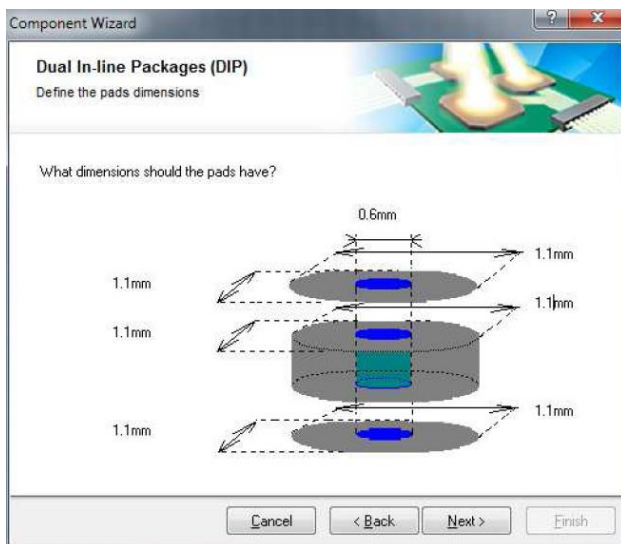

Рис. 21. Размеры отверстия и контактной площадки для вывода корпуса 201.14
3. Задать размеры отверстия и контактной площадки исходя из размера вывода, указанного на чертеже (см. Рис. 98), в соответствии с Табл. 1, см. Рис. 21.